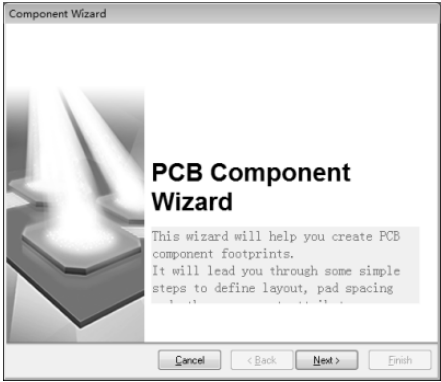

图 3.7.3 元件封装向导
(1) 启动向导：选择“Tools (工具)” “Component Wizard (元器件向导)”命令，打开元器件封装向导，如图 3.7.3 所示，单击“Next (下一步)”按钮。